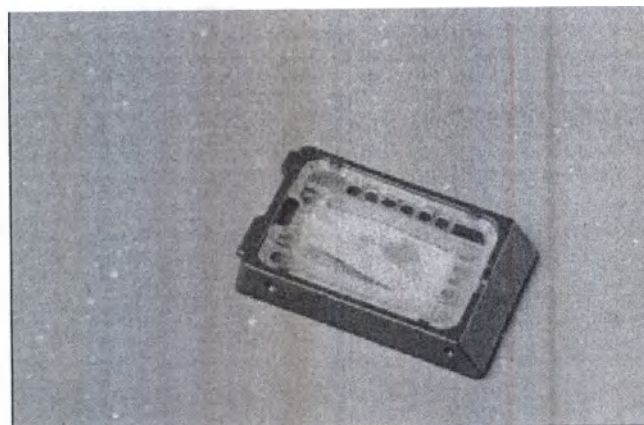

Рисунок 6AA
3. Закрывайте кассетные системы, пока крышка не ляжет на все четыре угла и зафиксируется на месте (рис. 6AA).